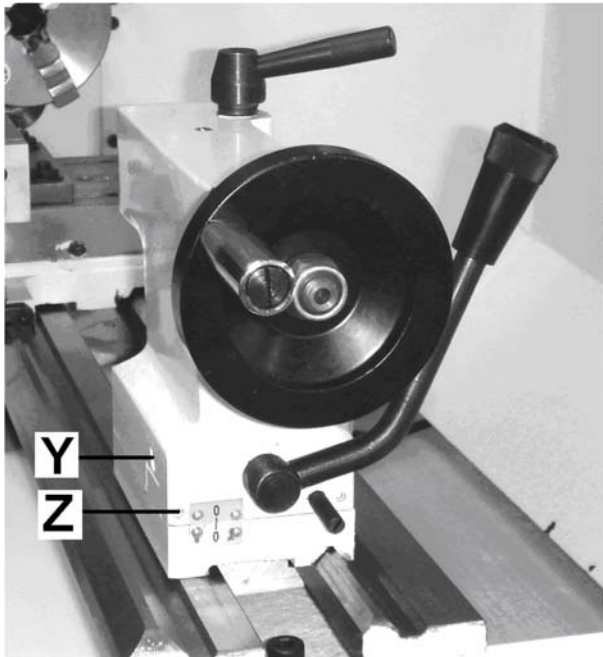

Figure 8-3 : Tournage conique entre les contre-pointes
Pour tourner un cône, décalez la contre-poupée, desserrez les vis de verrouillage (Z, Fig 8-3) et utilisez les vis (Y) pour régler.